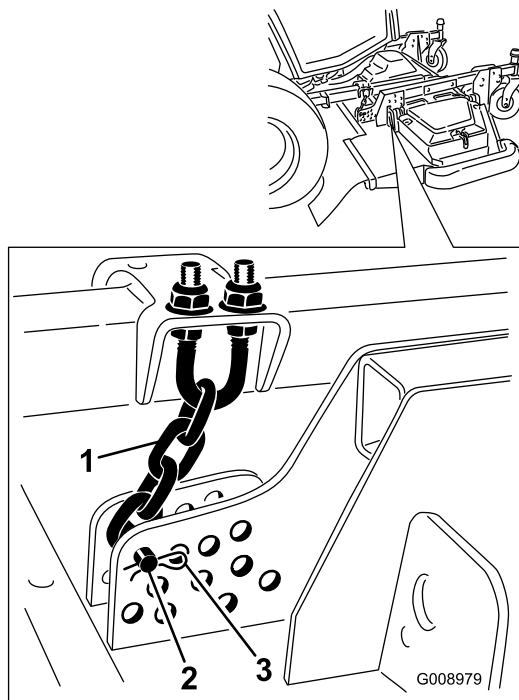

Figura 137
4. Togliete la coppiglia e il perno con testa che fissano le catene dell'altezza di taglio sul retro del piatto di taglio (Figura 137).